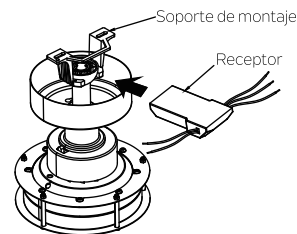

Fig. 12
Paso 1. Inserte el receptor en el soporte de montaje y mantenga en posición horizontal contra el techo. (Fig. 12)